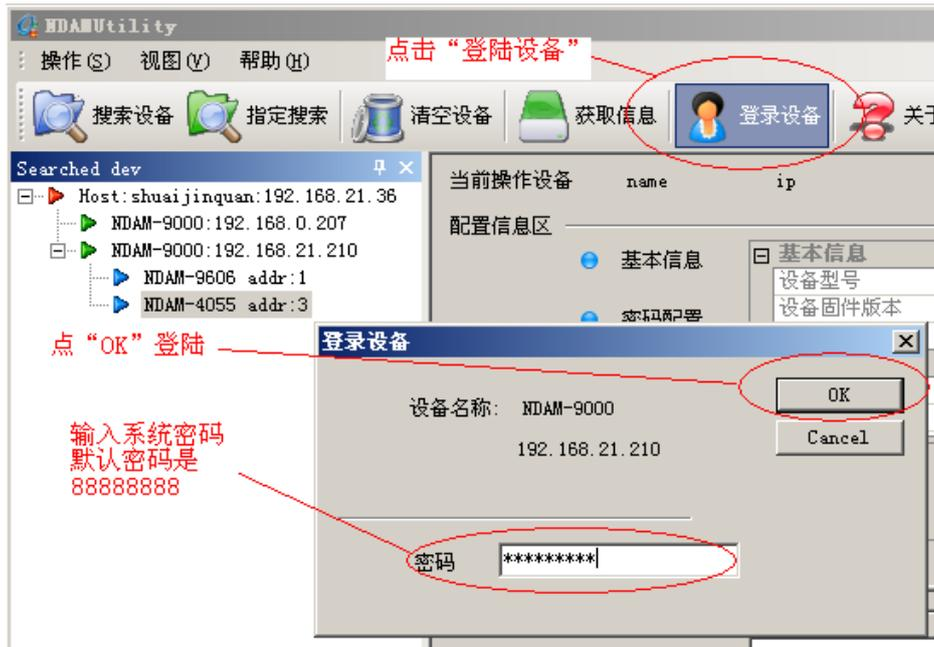

图 4.4 登陆设备
- ③ 单击界面上的“NDAM-4055 addr: 3”，输入当前通讯模块的登陆密码后点击 OK，登陆设备，如图 4.4 所示；